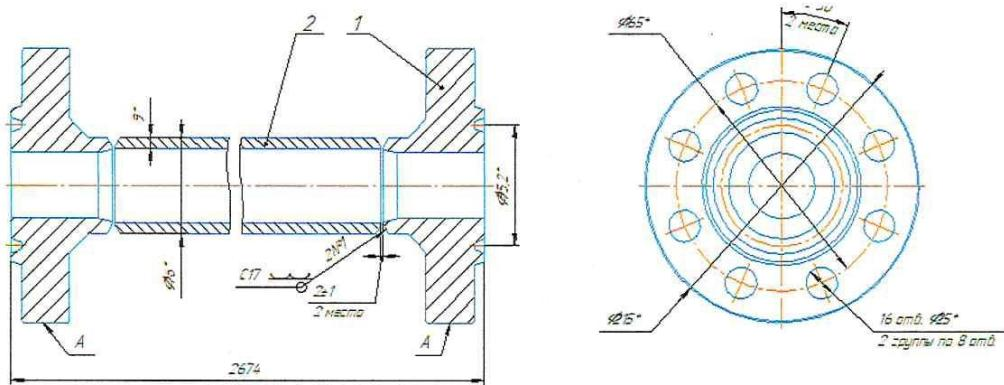
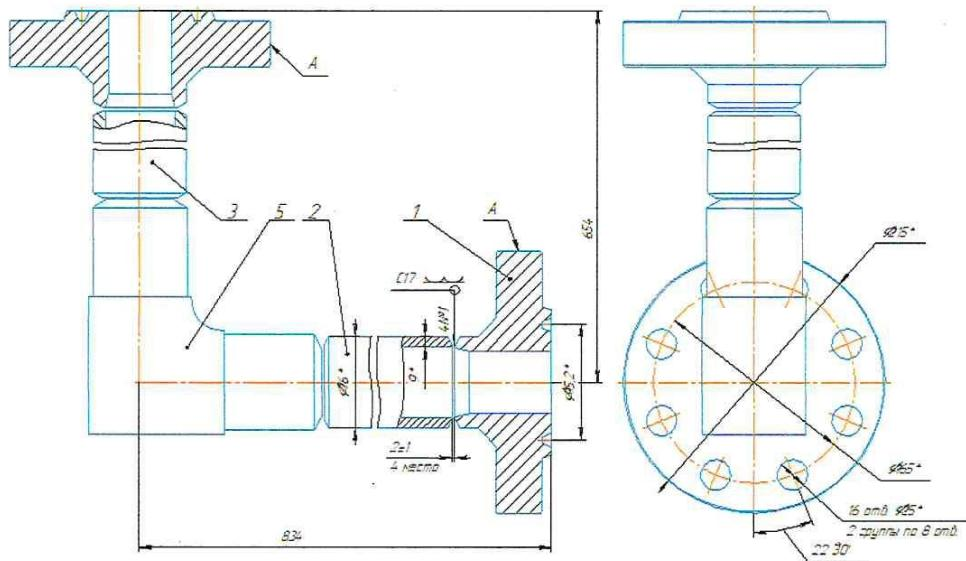

Рис.1
Рис.2
1.1 Установка автоматической аргонодуговой и полуавтоматической сварки кольцевых швов предназначена для сварки трубных (Рис.1) и узловых соединений (Рис.2). Материал изделий 12Х18Н10Т и 09Г2С.